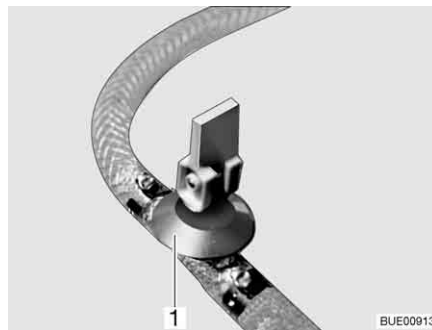

Bild 188 Avtappningskran
- Stäng avtappningskranen/avtappningskranarna. Ställ vipparmen (Bild 188,1) i vågrätt läge.
- Öppna avtappningskranen/avtappningskranarna (Bild 188). Ställ vipparmen (Bild 188,1) i lodrätt läge. Varmvattenberedaren töms utåt.